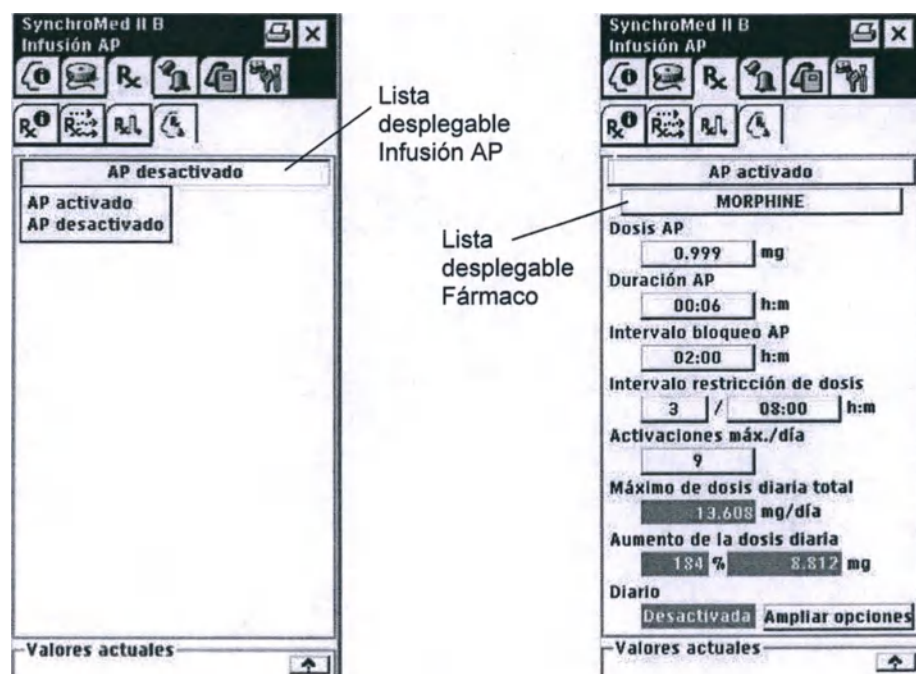

Figura 3. Lista desplegable y pantalla de introducción de datos infusión AP.
4. En la lista desplegable Infusión AP (Figura 3), seleccione AP activado. Aparece la pantalla de introducción de datos Infusión AP.
5. Si no se muestra el fármaco primario, seleccione el fármaco primario en la lista desplegable Fármaco (Figura 3). El valor predeterminado es el fármaco primario.